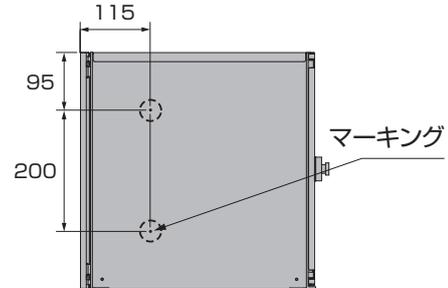

図4-1
- ①ポスト本体の両側面4カ所のマーキング部にφ6の穴をあけてください(図4-1参照)